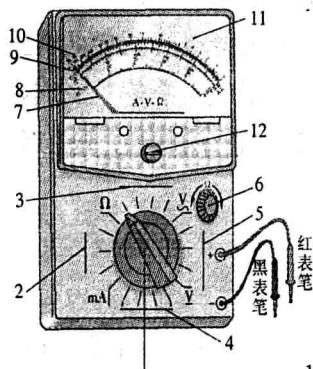

图 1-2 多用电表外形结构示意图
5. 请对照多用电表使用说明书,将图 1-2 所示的多用电表的表盘刻度和选择旋钮的不同作用,标注在下面横线上:
教材图1-1是电工常用多用电表的实物图,教材图1-2是实验室学生用J4011型多用电表的外形结构示意图。教学中应让学生对照实验室中的多用电表进行观察、分析、提问。教材中的4个问题是为学生观察做一个提示,教师可以放手让学生自己进行观察、分析。J4011型多用电表的上半部是表头,表盘上有电阻、电流、电压各种量程的刻度。它的下半部是选择旋钮,旋钮的四周标着各挡的测量内容和量程,它们是 $\Omega$ (电阻,欧) $\times 1k$ , $\times 100$ , $\times 10$ , $\times 1$ ; $V$ (交流电压,伏)2.5,10,50,250,500; $V$ (直流电压,伏)2.5,10,50,250,500;mA(电流,毫安)1,10,100。此外,还有电阻挡的调零旋钮和分别标着“+”、“-”号的表笔插孔。